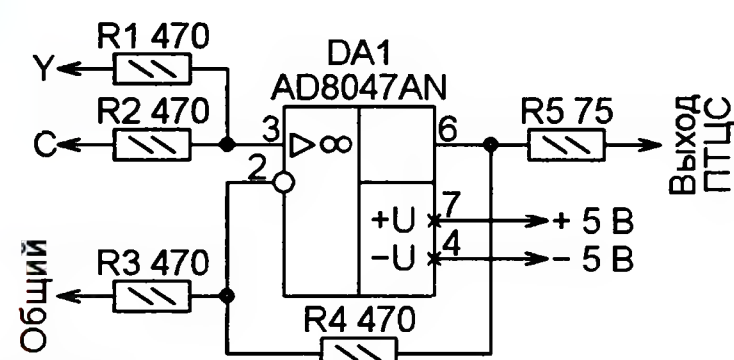

Рис. 4
Получение полного цветового видеосигнала из сигналов яркости (Y) и цветности (C) (рис. 4 <http://elm-chan.org/works/tvsg/sg_main.png>). Суммирование яркостного и цветного компонентов видеосигнала с помощью резисторов R1 и R2 происходит на неинвертирующем входе ОУ DA1. В некоторых случаях качество изображения улучшается, если между точкой суммирования и общим проводом установить конденсатор ёмкостью 18 пФ.